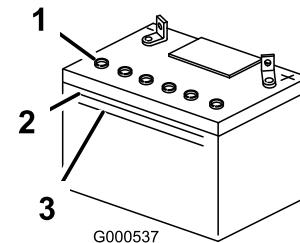

Bild 43
- Sehen Sie sich die Seite der Batterie an. Der Füllstand muss bis zur **oberen** Linie reichen (Bild 43). Der Säurestand darf nicht unter die untere Linie fallen (Bild 43).
- Entfernen Sie die Entlüftungsdeckel von der Batterie (Bild 43).
- Gießen Sie langsam destilliertes Wasser in jede Batteriezelle, bis der Säurestand die obere Linie (Bild 43) am Batteriegehäuse erreicht.
- Warten Sie nach dem Füllen der Batteriezellen 5 bis 10 Minuten. Gießen Sie bei Bedarf destilliertes Wasser in jede Batteriezelle, bis der Säurestand die obere Linie (Bild 43) am Batteriegehäuse erreicht.